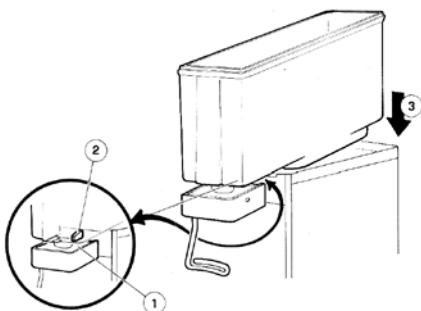

Рисунок 8
JOLLY 5/2 – 5/3 – 5/4: сначала убедитесь, что верхняя часть (1) крана находится под зубцом, выступающим из каплесборника (см. рис.8).